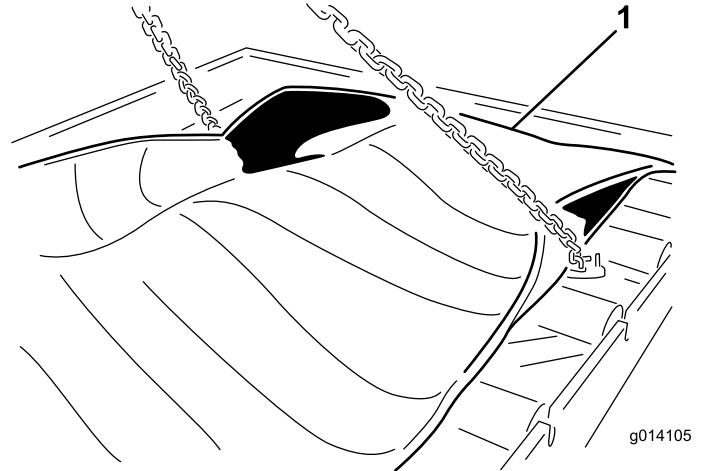

Figura 59
23. Retire os 24 parafusos para libertar o cartucho (Figura 59).